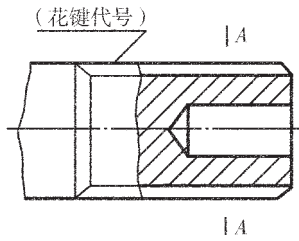

图 3
1.1.4 外花键局部剖视的画法见图 3；垂直于花键轴线的投影面的视图按图 4 绘制。
采用有关标准规定的花键代号标注时，其注法如图 3 所示。